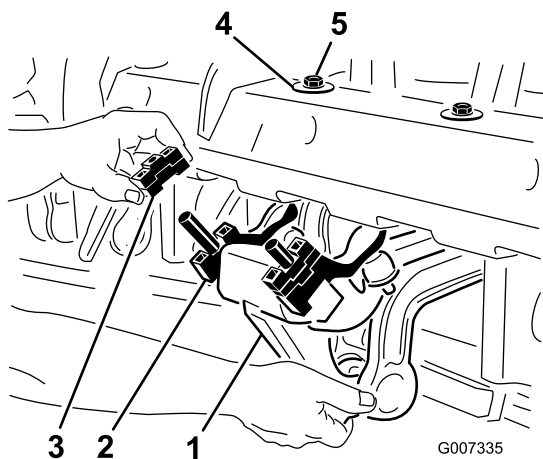

Figura 26
1. Retire las dos contratuercas (1/2 pulgada) que sujetan el amortiguador rotalink a la parte inferior del bastidor del cabezal de perforación (Figura 26).
2. Baje el amortiguador para dejar a la vista los espaciadores (Figura 26).
4. Vuelva a instalar el amortiguador en el bastidor del cabezal de perforación. Compruebe que la arandela en D esté instalada contra el bastidor del cabezal de perforación, como se muestra en Figura 26. Asegure las dos contratuercas.